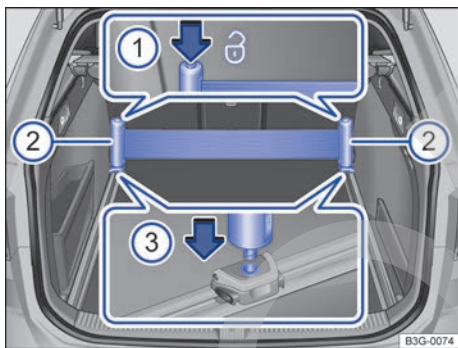

Fig. 209 En el maletero: desmontar y montar la cinta de fijación.
- Sujete los soportes de la cinta de fijación → fig. 209 **2**) con las dos manos y presione y mantenga presionadas las dos teclas de la cinta → fig. 209 **1**).
- Coloque, uno tras otro, los soportes de la cinta en el rebaje de la argolla de amarre desplazable correspondiente → fig. 209 **3**) (flecha pequeña) y encástrelos.
- Suelte las teclas de la cinta → fig. 209 **1**).
- Presione las teclas de la cinta → fig. 209 **1**) para tensarla.
Desmonte los dos soportes de la cinta de fijación → fig. 209 **2**) siempre uno tras otro.
- Presione y mantenga presionada la tecla correspondiente de la cinta → fig. 209 **1**).
- Retire el soporte → fig. 209 **2**) de la argolla de amarre desplazable hacia arriba.
- Junte los dos soportes de la cinta → fig. 209 **2**) despacio. La cinta se enrolla automáticamente.